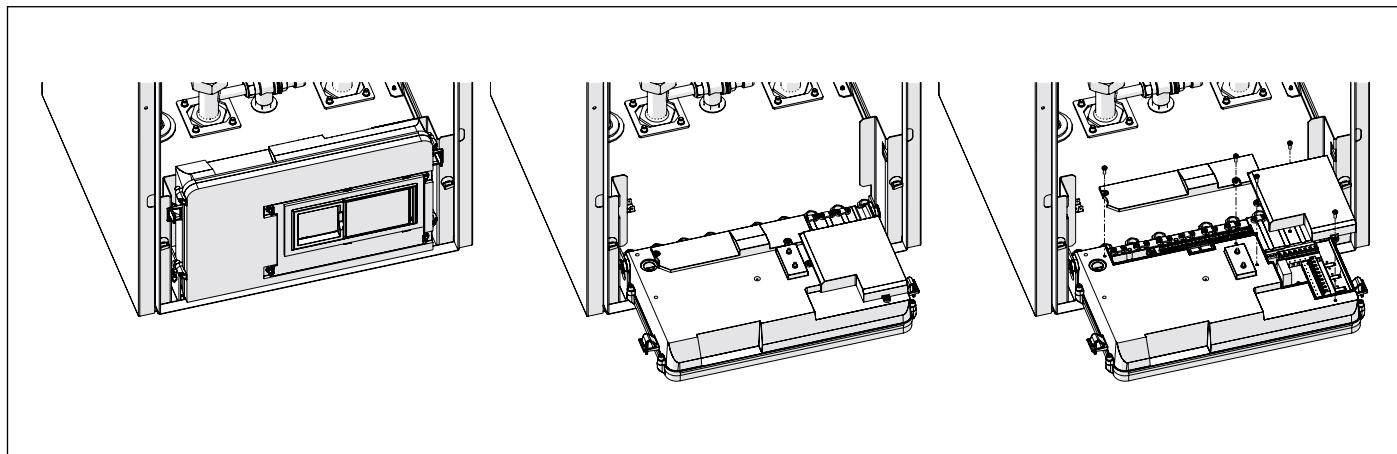

Fig. 31 Caja eléctrica
- Girar la caja eléctrica 90° hacia adelante (ver Fig. 31 Caja eléctrica).
- Quitar las dos tapas que cubren las conexiones eléctricas externas (A y B) desatornillando los tornillos que las fijan a la caja eléctrica (ver Fig. 31 Caja eléctrica).